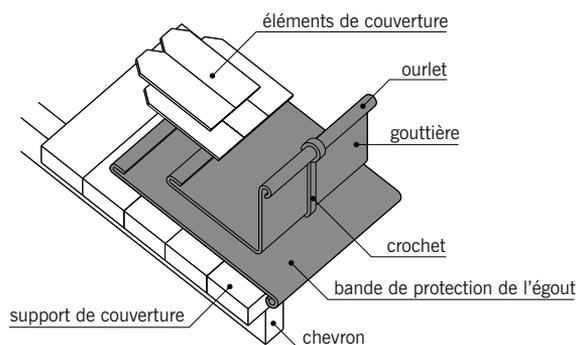

fig. 7.56
- La **gouttière de Laval** est constituée d'une feuille de zinc pliée en forme de V dont un côté est vertical et l'autre posé sur la partie basse du versant. Ce type de gouttière est généralement utilisé avec les couvertures en ardoises ou en tuiles plates (fig.7.56).